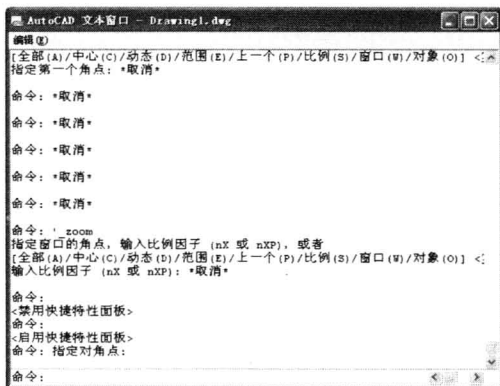

图 1-4 “AutoCAD 文本窗口”窗口
(1) 移动拆分条，可以扩大与缩小命令行窗口。
(2) 拖动命令行窗口, 可以将其布置在屏幕上的其他位置。
(3) 对当前命令行窗口中输入的内容, 可以按 F2 键, 在打开的“AutoCAD 文本窗口”窗口中用文本编辑的方法进行编辑, 如图 1-4 所示。“AutoCAD 文本窗口”窗口和命令行窗口功能相似, 但可以更好地显示当前 AutoCAD 进程中命令的输入和执行过程。在执行某些 AutoCAD 命令时, 它会自动切换到该窗口, 并列出有关信息。
(4) AutoCAD 通过命令行窗口反馈各种信息, 包括出错信息, 因此用户要时刻关注。